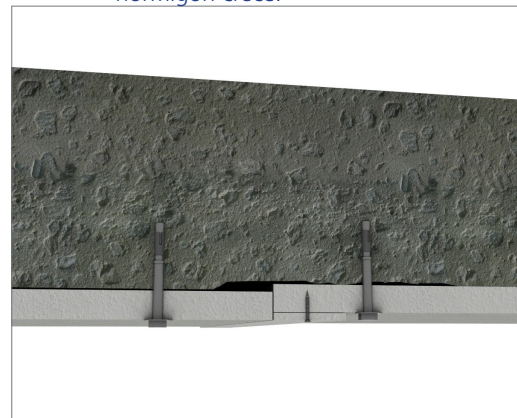

Figura 8: Si el nivel de irregularidad del hormigón decrece.
- Si el escalón decrece, las cuñas se colocarán como en la Figura 8.